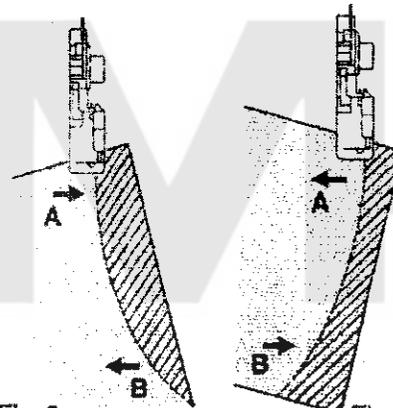

Fig. 3
Pour les courbes intérieures, guider le tissu délicatement avec la ligne de coupe sur le bord avant du pied presseur (ou légèrement sur la gauche), en appuyant au point A dans la direction de la flèche avec votre main gauche, et en même temps appliquer une petite pression opposé au point B avec votre main droite. Figure 3.
**POUR COUTURE DE CÔTÉ,** passer le cordonnet à travers le trou arrière, vérifier qu'elle est maintenu par le fil d'aiguille droite (Figure 3).